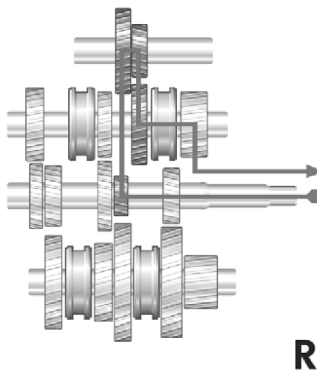

图 3-30 倒档动力传递
7) 倒档 动力→传动轴→传动轴 1 档 18→倒档轴倒档齿轮→输出轴上倒档齿轮 16→输出轴→动力输出，如图 3-30 所示。